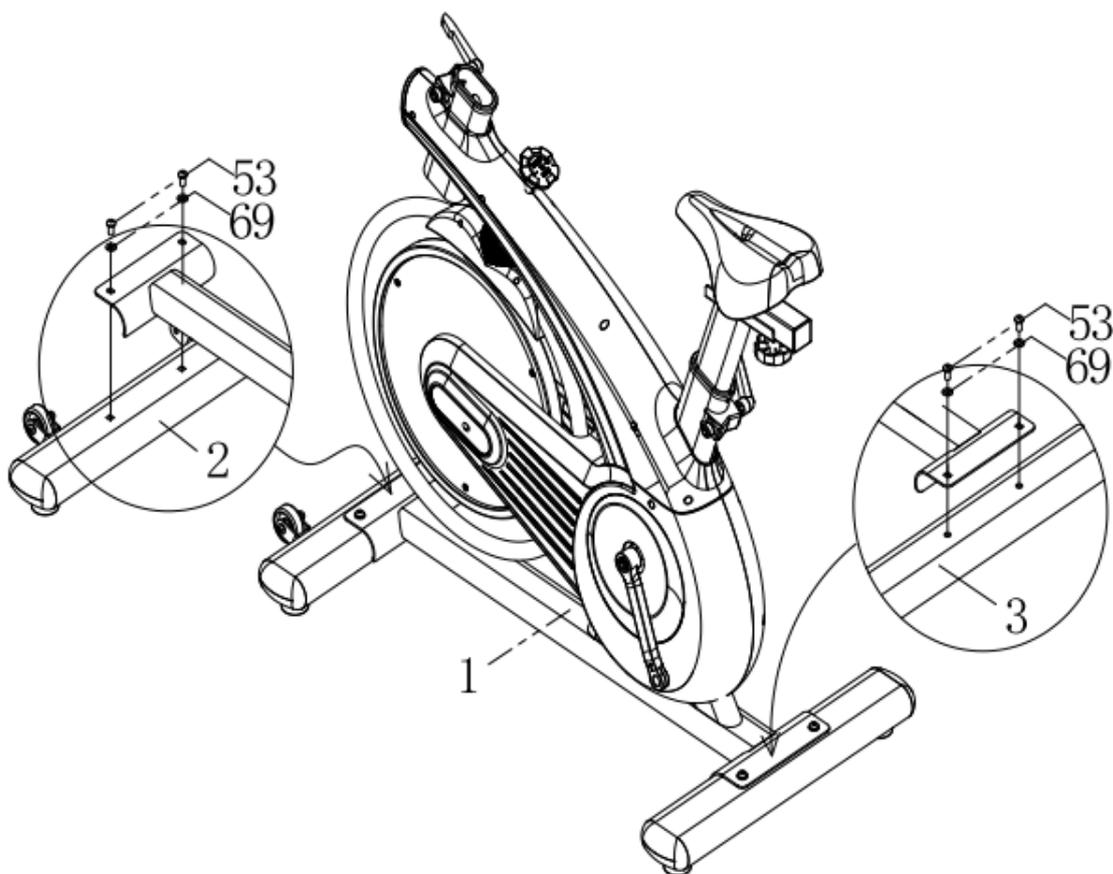

Abbildung 1.
Befestigen Sie den vorderen Stabilisator (2) und die hinteren Stabilisatoren (3) am Hauptrahmen (1) mit 4 Stück M8*16 Bolzen (53) und 4 Stück 9*16 Unterlegscheiben (69) gemäß der nachstehenden Abbildung 1.